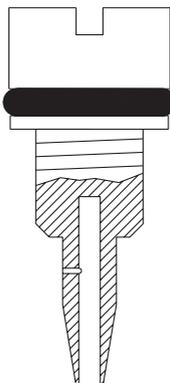

Рис. 14
4.2.1 Очистка винта регулировки чувствительности (рис. 14)